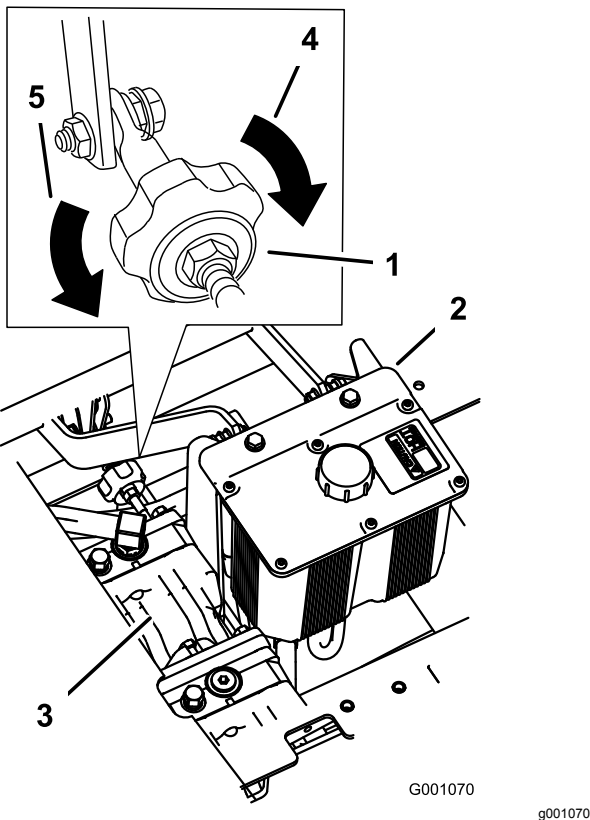

Bild 77
4. Wenn die Maschine nach rechts fahren soll, drehen Sie das Handrad zur rechten Seite der Maschine, siehe Bild 77.
5. Wenn die Maschine nach links fahren soll, drehen Sie das Handrad zur linken Seite der Maschine, siehe Bild 77.